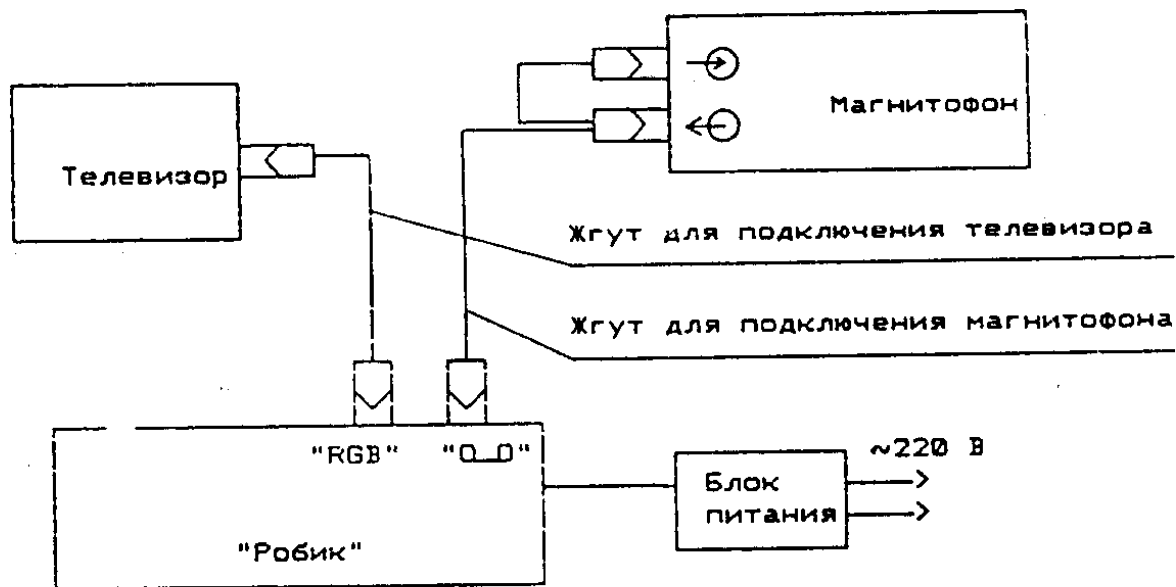

Рис. 8.1
8.1.1. Установите "Робик" на место эксплуатации. Соедините "Робик" с телевизором и магнитофоном с помощью жгутов согласно рис.8.1.
8.2.1. Подключение магнитофона к "Робик"у осуществляется с помощью жгута для подключения магнитофона. При этом необходимо обратить внимание на правильность подключения разъемов магнитофона. Следует помнить, что при записи из "Робика" на магнитную ленту информация поступает на разъем магнитофона  $\oplus$ , при считывании программы из магнитофона в "Робик" информация принимается по другой линии жгута, подключенной к линейному выходу магнитофона  $\ominus$ . При наличии у вас магнитофона, раскладка используемых разъемов которого отличается от стандартных, необходимо изменить раскладку разъемов магнитофона, ориентируясь на назначение выводов по схеме (см.рис.8.1) и табл.1.
Если этого не произошло, нажать одновременно обе клавиши RES, если и после этого сообщение не появилось, проверить правильность подключения "Робика" к ВУ (согласно рис.8.1).